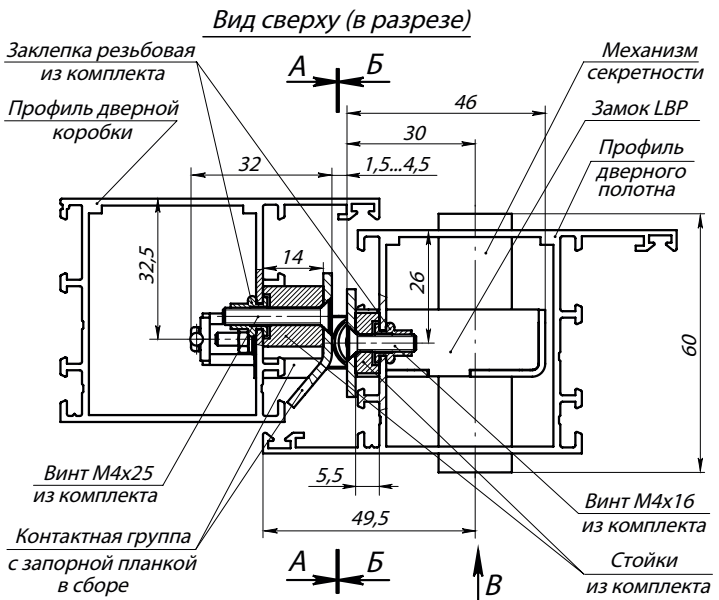

Рис. 3. Замок с контактной группой PERCo- BP2 в сборе (виды А, Б и В изображены на установочных шаблонах)
- профили дверного полотна AGS68_6863, AGS50_5213 и профили дверной коробки: AGS68_6864, AGS50_5215 (ООО «Агрисовгаз»), или аналогичные им по своему сечению (см. рис. 3).
4. Для замка с запорной планкой **PERCo-BP2**. Установите замок (1) в заранее подготовленный паз в профиле дверного полотна. Подложите под точки крепления замка стойки из комплекта поставки, после чего закрепите замок винтами M4x16 (5) (см. рис. 3).